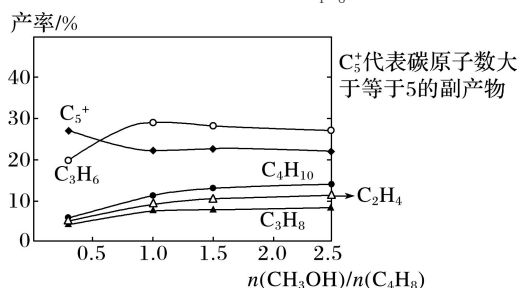

图 1
(1) 图 1 是 C_3H_6 及某些副产物的产率与 $\frac{n}{n} \frac{CH_3OH}{C_4H_8}$ 的关系曲线。最佳的 $\frac{n}{n} \frac{CH_3OH}{C_4H_8}$ 约为_____。